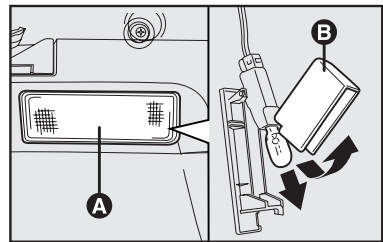

fig. 35
## LUZ DEL COMPARTIMIENTO DE EQUIPAJES fig. 35
- quite el plafón **A-fig. 35** forzando ligeramente en el punto indicado por la flecha;
- abra la protección **B-fig. 35** y sustituya la lámpara introducida a presión;